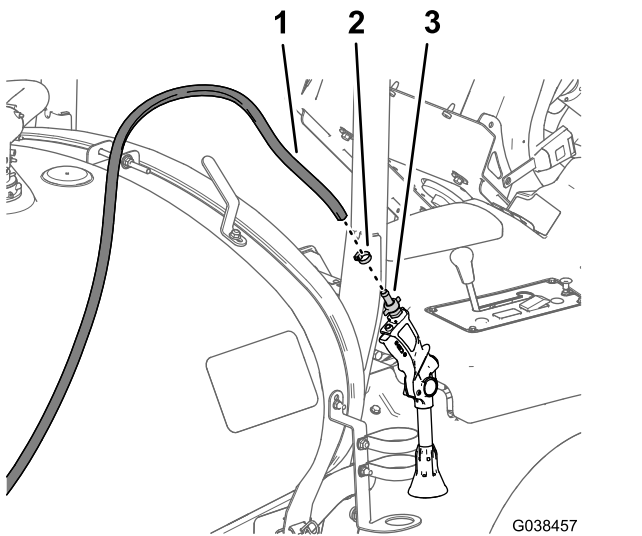

Bild 94
7. Befestigen Sie die Zahnung der Spritzpistole (Bild 94), die Sie in Abschließen des optionalen Handsprühstabs (Seite 10) entfernt haben, mit einer Schlauchklemme (6 mm bis 11 mm) am Zulaufschlauch.